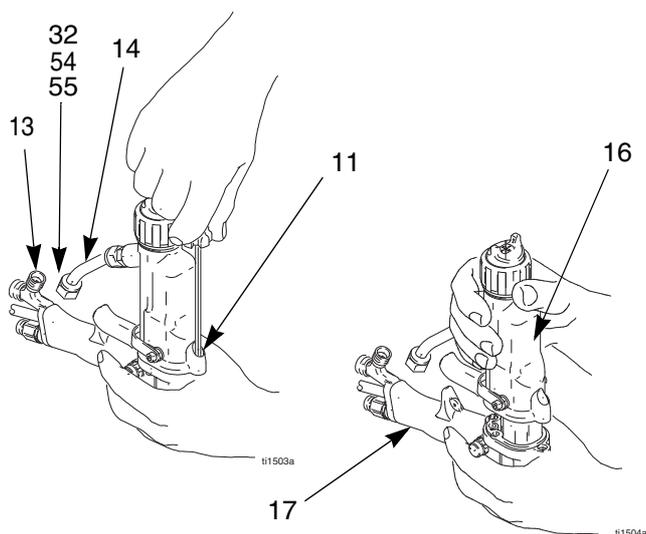

Fig. 16. Remova a base
4. Segure o cabo da pistola (17) com uma mão e retire a base (16) do cabo. Consulte FIG. 16.